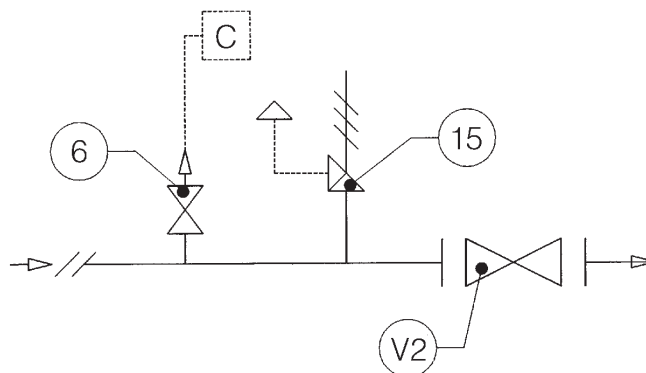

Fig. 7
**3.1.1 INSTALLAZIONE DIRETTA SULLA LINEA (Fig. 7)**
**3.1.1 DIRECT INSTALLATION IN THE LINE (Fig. 7)**
**3.1.1 INSTALLATION DIREKT AN DER LEITUNG (Fig. 7)**
**3.1.1 INSTALLATION DIRECTE SUR LA LIGNE (Fig. 7)**
**3.1.1 INSTALACIÓN DIRECTA SOBRE LA LÍNEA (Fig.7)**
**3.1.1 INSTALAÇÃO DIRECTA NA LINHA (Fig. 7)**